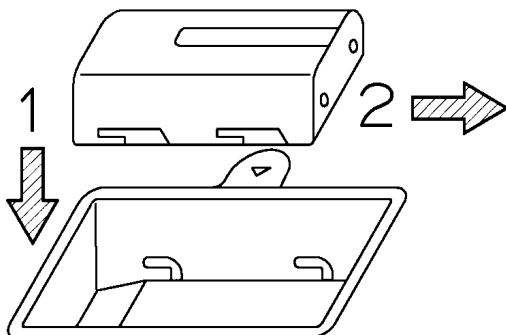
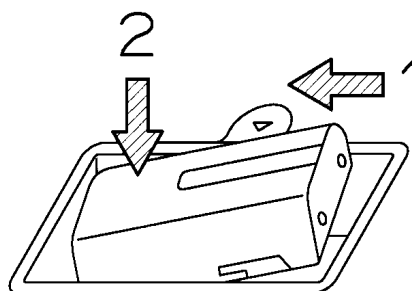

図3-2 バッテリーパックの取り付け
図3-3 バッテリーパックの取り外し
a) バッテリーパックの取り付け (図3-2参照)
- ① 16電源スイッチが“OFF”になっていることを確認します。
- ② 本器上面の2バッテリー蓋を開け、バッテリーパックの向きを確認してバッテリーホルダに入れます。
- ③ バッテリーパックを前に押し、端子に勘合させ、2バッテリー蓋を閉めます。
b) バッテリーパックの取り外し (図3-3参照)
- ② 本器上面の2バッテリー蓋を開け、バッテリーパックを後ろにずらします。
- ③ バッテリーパック後部を押し下げることにより、バッテリーパック前部が持ち上がり、取り出しが容易になります。